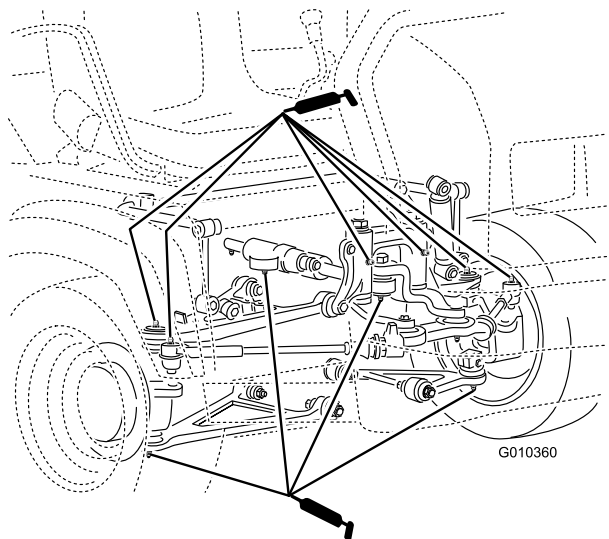

図 46
- ボールジョイント (4ヶ所); 図 46を参照
- ピボットマウント (2ヶ所); 図 46を参照
- ステアリングシリンダ (2ヶ所); 図 46を参照
- タイロッド (2ヶ所); 図 46を参照